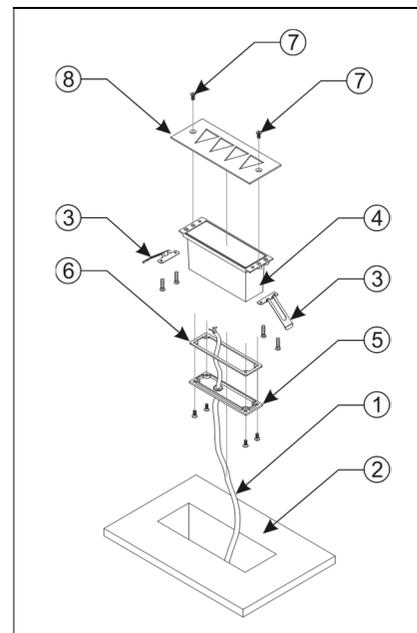
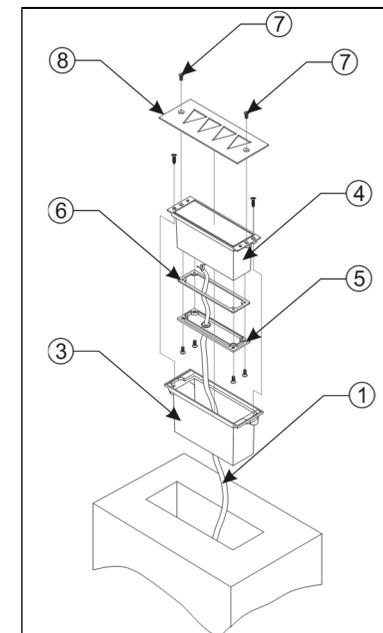

РИС. 1. Монтаж светильника без установочного короба
РИС. 2. Монтаж светильника с установочным коробом
## 5.2. Монтаж светильника с установочным коробом – Способ №2 (РИС.2)
**Внимание!** Светильник может быть установлен двумя способами, в зависимости от комплектации, места установки и типа монтажной поверхности (см. РИС.1, РИС.2):
#### 5.1. Монтаж светильника без установочного короба – Способ №1 (РИС.1)